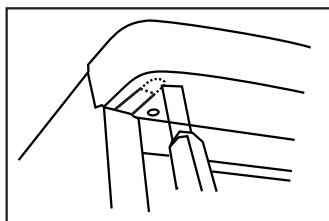
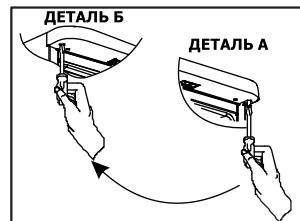

Рисунок 4.
Рисунок 5.
- 3 - Отвинтите шпильку с правого верхнего шарнира (см. Рис. 5/деталь А), затем завинтите её на левом шарнире (Рис. 5/деталь Б), предварительно аккуратно вырезав отверстие на левой стороне главной панели по выштамповке (Рис.4) .